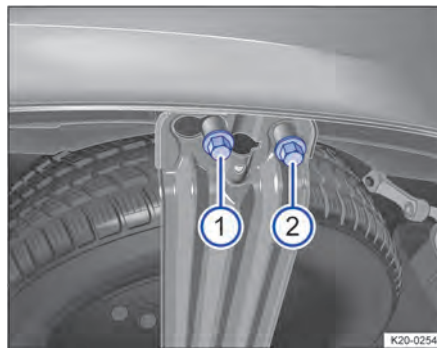

Abb. 209 Unter dem Fahrzeug: Sicherungsschraube ① und Befestigungsschraube ② der Reserveradhalterung.
1. Mit dem Radschlüssel aus dem Bordwerkzeug die Sicherungsschraube → Abb. 209 ① bis zum Leerlauf lösen.
2. Befestigungsschraube → Abb. 209 ② ganz herausschrauben.
6. Befestigungsschraube → Abb. 209 ② vollständig mit dem Radschlüssel einschrauben.
7. Sicherungsschraube → Abb. 209 ① vollständig mit dem Radschlüssel einschrauben.